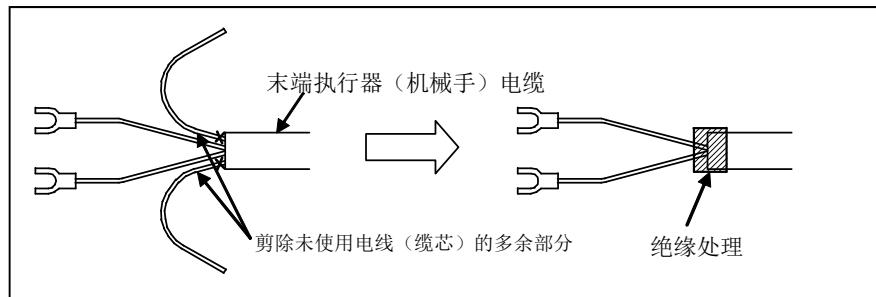

图 5(a) 末端执行器(机械手)电缆的处理方法
- 请剪除末端执行器(机械手)电缆的未使用电线(缆芯)的多余部分并进行绝缘处理。如缠绕醋酸布胶带等。(见图 5(a))